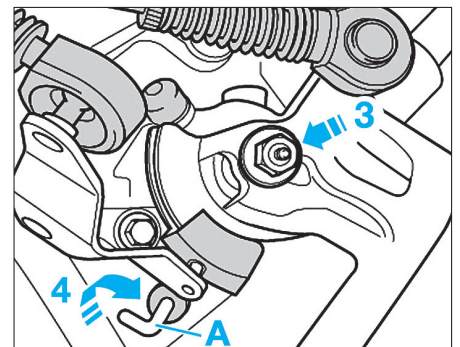

FIG. 33
- Pousser l'arbre de commande de vitesse vers le bas en (3) (Fig.33).